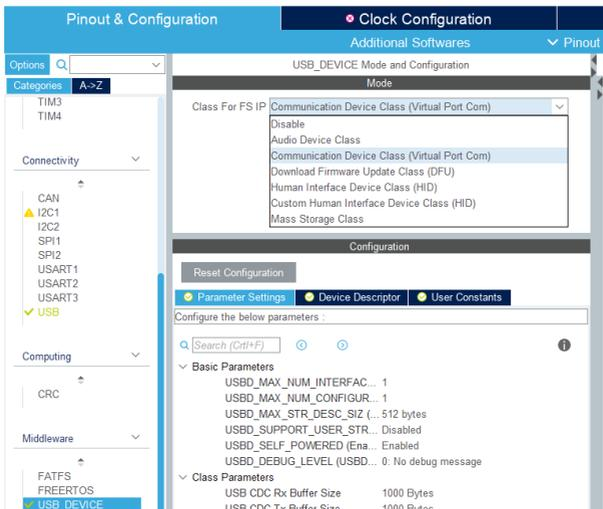

Рис. 3.54 – Настройка интерфейса USB
2. В разделе **Middleware** → **USB\_DEVICE** (рисунок 3.54) во вкладке «Mode» для параметра «Class For FS IP» выбрать «Communication Device Class (Virtual Port Com)».